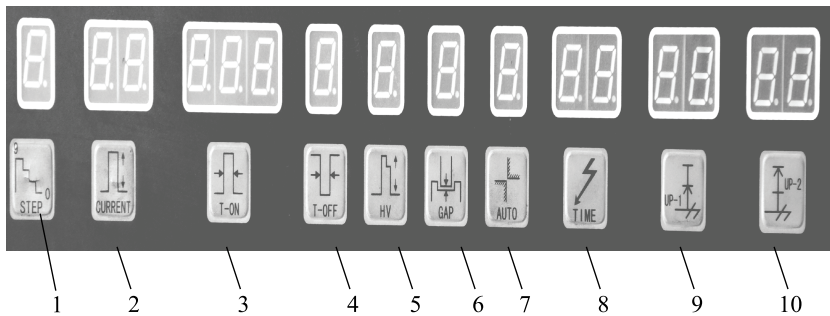

图 2-9 程序设定区
(3) 程序设定区
如图 2-9 所示, 程序设定区由程序段号 1、加工电流 2、脉冲宽度 3、脉冲间隔 4、高压重叠 5、加工间隙 6、自动对刀键 7、加工时间 8、抬刀 (1) 9、抬刀 (2) 10 共十个参数组成。